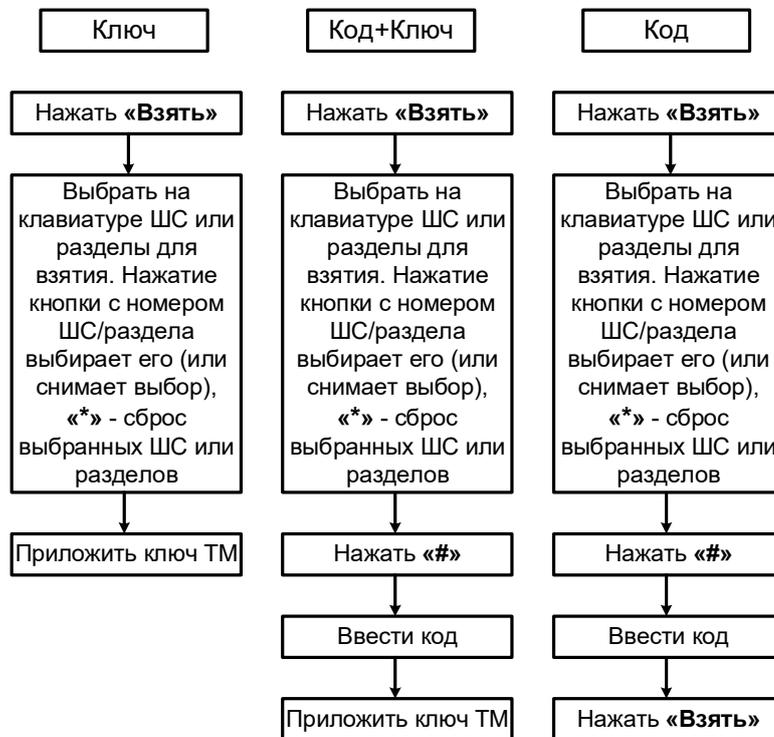

Рисунок 2. Постановка под охрану с выбором шлейфов
- При необходимости постановки под охрану ШС с выбором (как полное, так и частичное взятие), следует (см. рисунок 2):